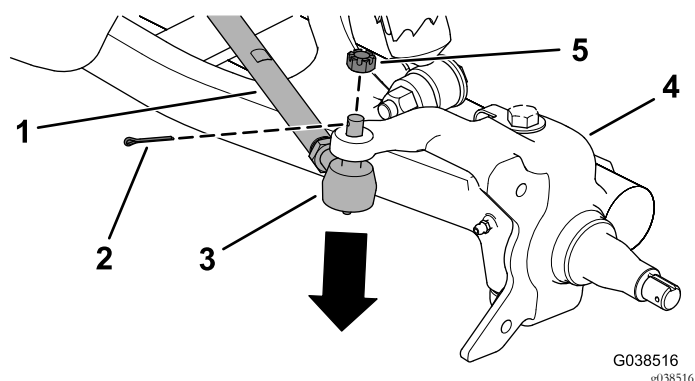

Рисунок 8
8. Снимите шплинт и шестигранную гайку с насечками с шаровой опоры тяги и отсоедините тягу от шпинделя (Рисунок 8).
4. Установите тягу на шпиндель в сборе с помощью шестигранной гайки с насечками и шплинта (Рисунок 8).